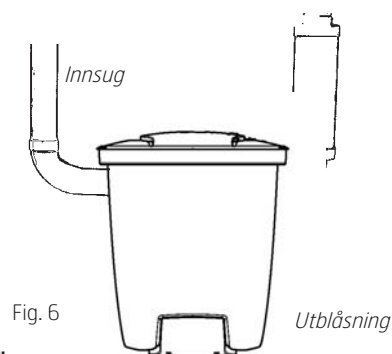

Fig. 6
- Utblåsningsrøret må festes godt til vegg så det ikke løsner fra stussen. Tenk på at du skal kunne vri det bøyde røret til ulike sider for en passende rørføring. Koble deretter til utblåsningsrøret og lyddemper, Fig 6. Monter sentralstøvsugeren slik at utblåsningsrøret blir så kort som mulig, maks 10 meter. Tenk på omgivelsene ved plassering av utblåsningen. Bruk derfor alltid lyddemper.